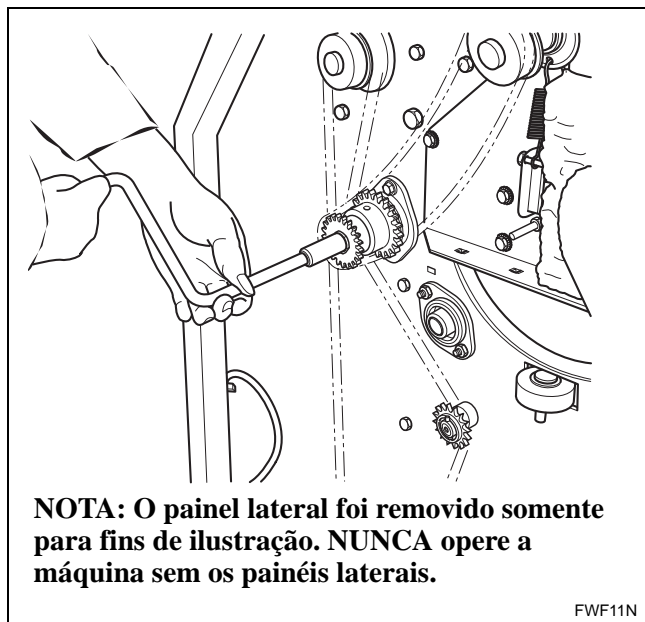

Figura 21
2. Gire a manivela no sentido horário para girar o cilindro. Consulte a *Figura 21*.